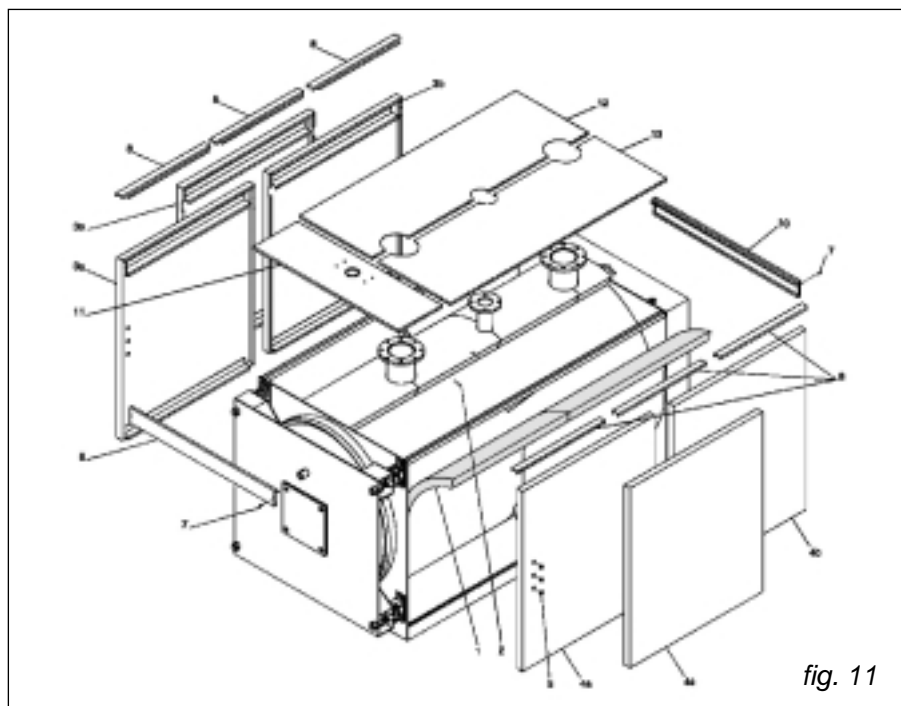

fig. 11
3.2.6.1 Montaggio mantello Taurus S 3000 e 3500 (Rif. fig. 11)
A) Montare l'isolamento (pos. 1) del corpo caldaia e fissare i 2 lembi di giunzione con le mollette elastiche (pos. 2) fornite nella scatola accessori, agganciandole alla parte esterna in tessuto dell'isolamento. Eseguire un adeguato taglio sulla parte superiore in prossimità dei pozzetti delle sonde.
B) Posizionare i pannelli laterali (pos. 3a, 3b, 3c e 4a, 4b, 4c) con la piega inferiore all'interno dei profili ad L sulla base del corpo caldaia ed agganciando la parte superiore nei profili di giunzione delle piastre.